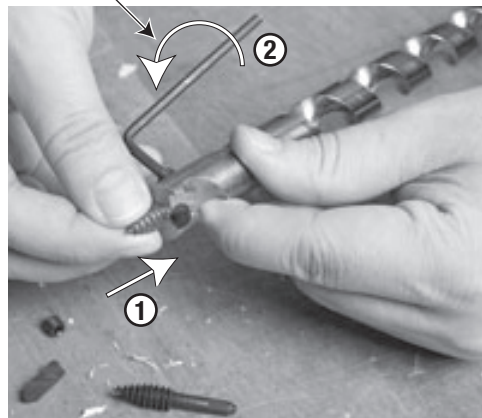

Fig. 4
3. (Refer to Fig. 4.) Push the feed screw completely in (1), and rotate it until the flat is aligned with the set screw hole (flat will be visible through the set screw hole). Insert the new set screw and tighten (2) with the provided 1/8" hex key by turning clockwise.
3. (Voir Fig. 4) Enfoncer complètement la vis d'avance dans (1), puis la tourner jusqu'à ce que le méplat soit aligné sur le trou de la vis de blocage (le méplat est visible à travers le trou de vis). Introduire une vis de blocage neuve et serrer (2) en tournant la clé Allen de 1/8 pouce dans le sens des aiguilles d'une montre.